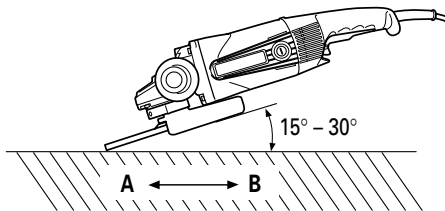

Fig. 4
4. Utiliser un angle de meulage correct. Meuler seulement avec le rebord de la meule en soulevant la meuleuse à disque de 15° à 30°, comme montré sur la Fig. 4.
5. Déplacer la meuleuse à disque dans la direction correcte. Lors de l'utilisation d'une nouvelle meule à dépression centrale dans la direction A (Fig. 4), le rebord de la meule risque de couper la pièce à usiner. Dans ce cas meuler dans la direction B (Fig. 4). Une fois que la meule est usée, la pièce à usiner peut être meulée dans les deux directions.